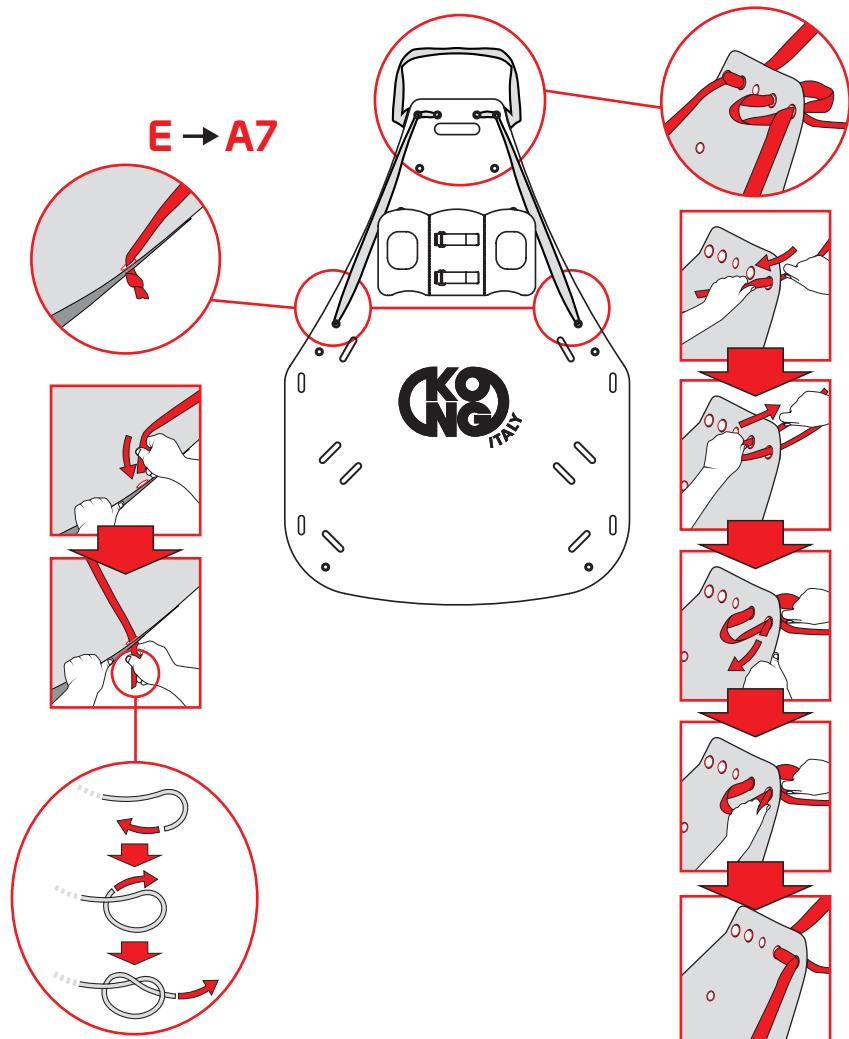

Fig.8
- enfiler la sangle (E) dans les trous A7 du plan d'appui (fig. 8),